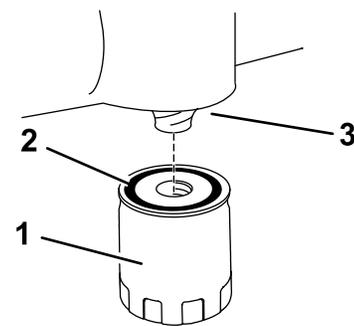

Bild 29
14. Drehen Sie den Ersatzölfilter auf das Befestigungspolster auf. Drehen Sie den Ölfilter nach rechts, bis die Gummidichtung den Anbaustutzen berührt. Ziehen Sie ihn dann um eine weitere 2/3 bis eine volle Umdrehung fest (Bild 29).